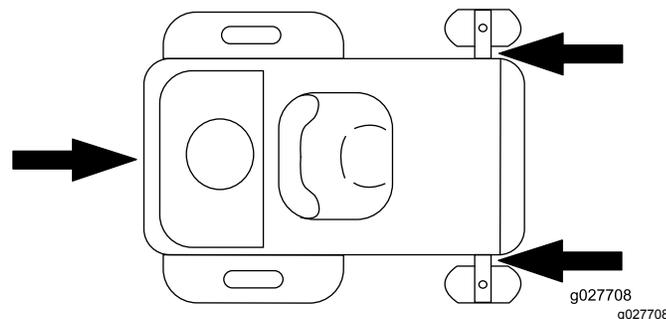

Figura 26
6. Amarre la máquina junto a las ruedas giratorias delanteras y el guardabarros trasero con correas, cadenas, cables o cuerdas (Figura 26). Consulte la normativa local respecto a los requisitos de amarre.